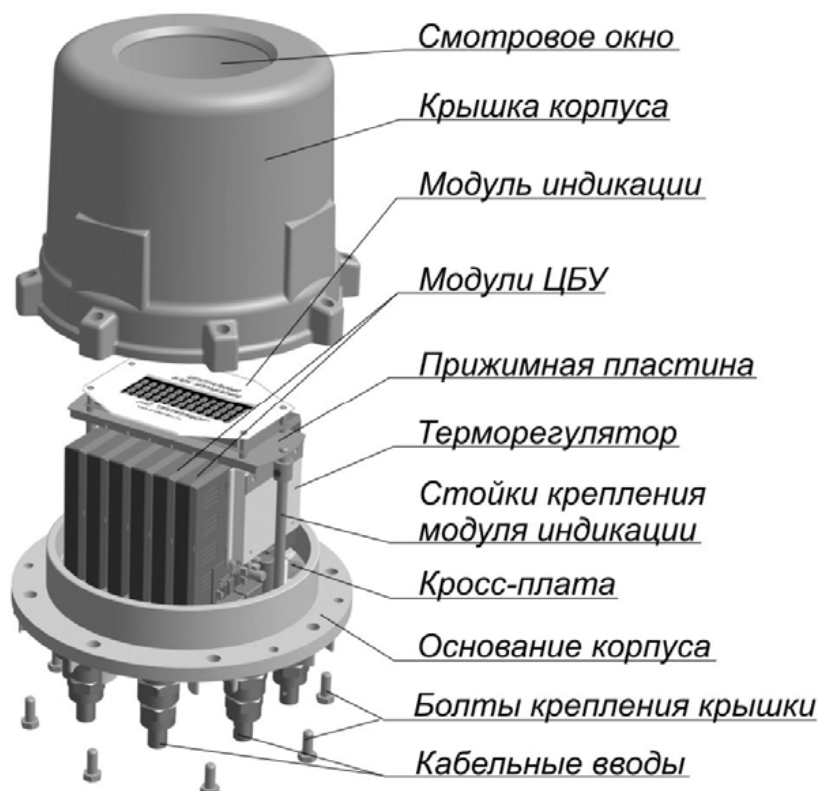

Рисунок 2 –Компоновка ЦБУ
1.3.2 Центральный блок управления состоит из корпуса (оболочка взрывонепроницаемая) исполнения IP67, внутри которого на кросс-плате 863.07.00.00.00 (рисунок В.1) могут устанавливаться функциональные модули (рисунок 2):